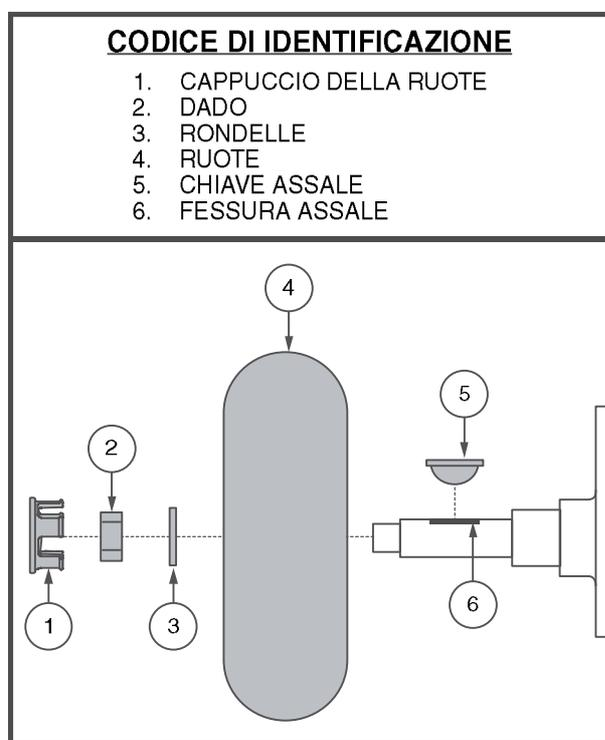

Figura 25. Rimozione dei pneumatici pieni
3. Rimuovere cappuccio, dado e rondelle dall'assale della ruota. Vedere figura 25.
4. Rimuovere il dado dalla ruota e la rondella dal perno. Vedere figura 25.
9. Inserire la nuova ruota sull'asse. Assicurarsi che la chiave dell'assale sia nell'apposita fessura. Vedere figura 25.